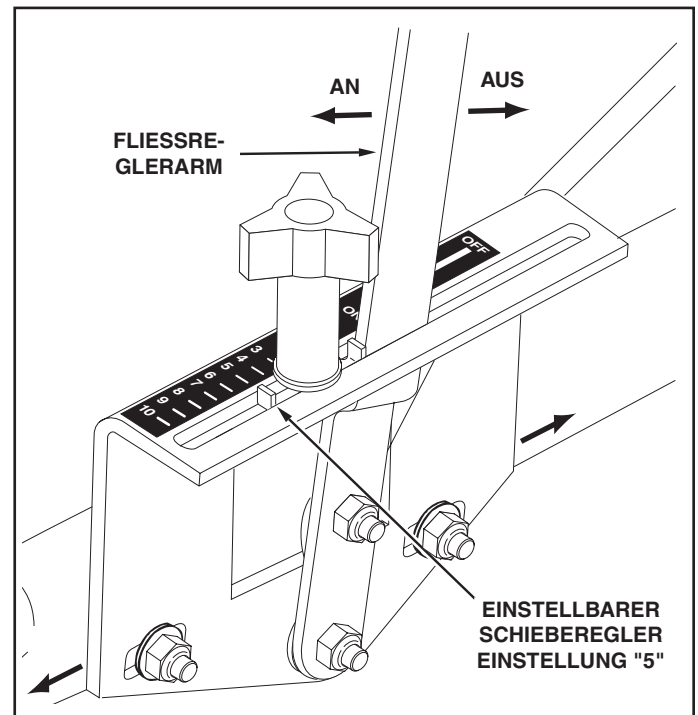

ABBILDUNG 15
28. Positionieren Sie die Fließregler-Trägerhalterung (Abbildung 15).
(siehe Abbildung 15 auf Seite 7.)